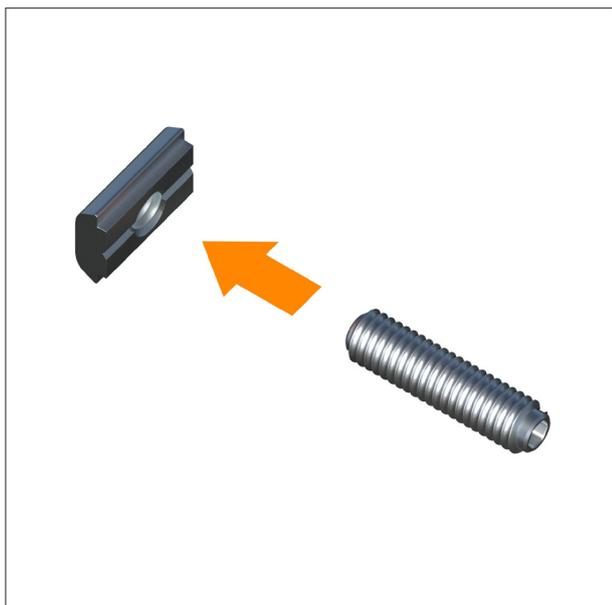

Abbildung 1.9
**1e.** Schrauben Sie die Gewindestifte in die Nutensteine, so daß die glatte Seite der Gewindestifte eine Ebene mit der Rückseite der Nutensteine bilden. (Abb. 1.9)
**3a.** Versehen Sie, wie zuvor, das untere Profil mit Nutensteinen (*Abb. 1.9 und 1.10*) und Kunststoffgleitern (*Abb. 1.13*).